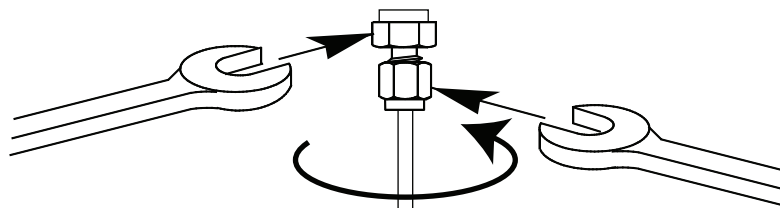

Figure 19. Serrage final
- 7 Pour des raccords Swagelok de 1/8 de pouce, utilisez une paire de clés plates pour serrer le raccord de 3/4 de tour. Reportez-vous à la Figure 19.